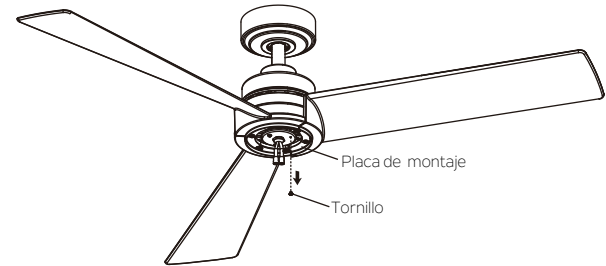

Fig. 17
**Paso 1.** Retire uno de los tres tornillos de la placa de montaje preinstalados en la placa de montaje y guarde estas piezas para uso posterior. Afloje los otros dos (no los retire). (Fig. 17)